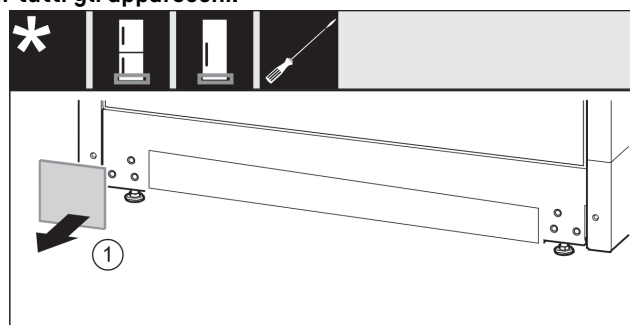

Fig. 16
- ▶ Togliere la copertura. Fig. 16 (1)